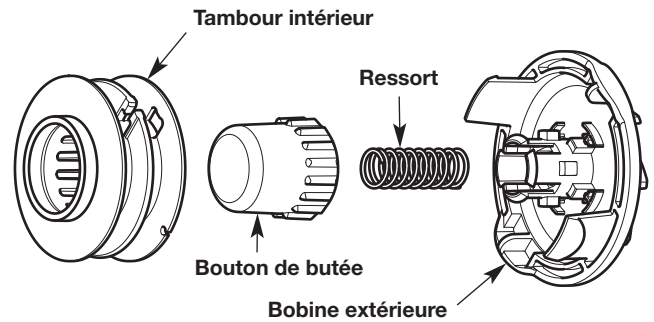

Fig. 20
3. Enlevez la bobine interne et le bouton-poussoir (Fig. 20).
4. Retirez le bouton-poussoir de la bobine interne (Fig. 20).
5. Retirez le ressort (Fig. 20).